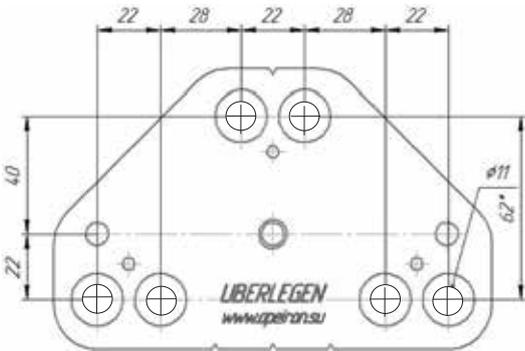
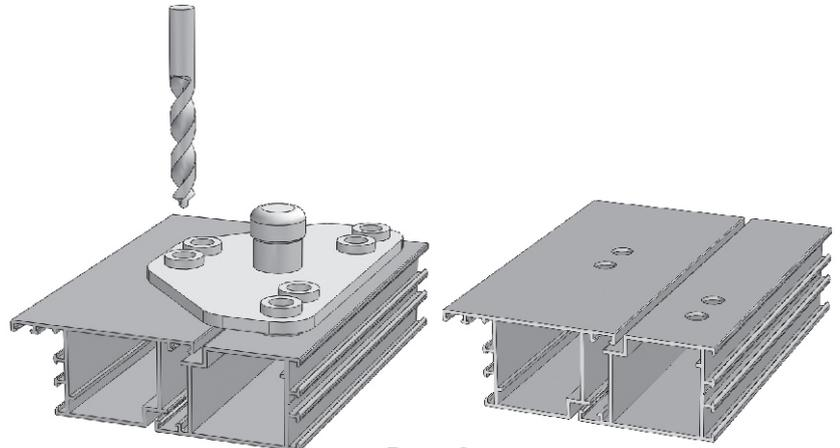

Рис. 2
Рис. 3
2.1 Однокамерный (холодный) профиль просверлить по шаблону* (Рис. 2) с отверстиями $\varnothing 11$ мм (Рис. 3).